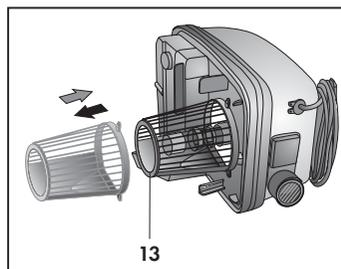

Abb. 19
**Schaumbildungen im Schmutzwasserbehälter (G) können den Betrieb des Sicherheitsschwimmers beeinträchtigen.**
Jedes Mal wenn der Schmutzwasserbehälter gereinigt wird, den Filter (13) im unteren Teil des Geräts ebenfalls reinigen; dazu kann dieser abgenommen und mit Leitungswasser gewaschen werden (**Abb. 19**).